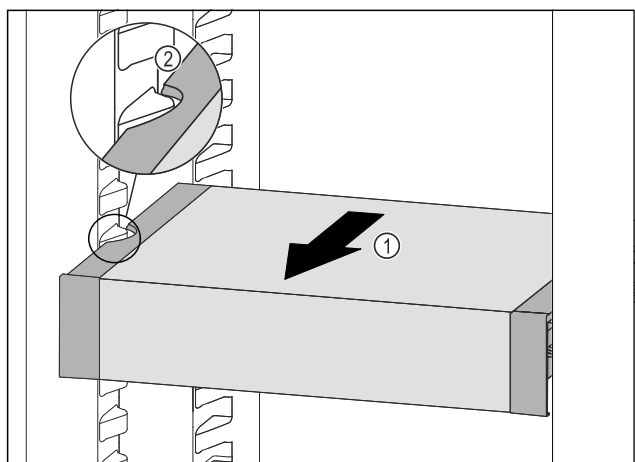

Fig. 80
- ▶ Tire del VarioSafe hacia delante Fig. 80 (1) hasta que los huecos laterales del VarioSafe se encuentren a la altura de la nervadura del recipiente en el compartimento del frigorífico. Fig. 80 (2)